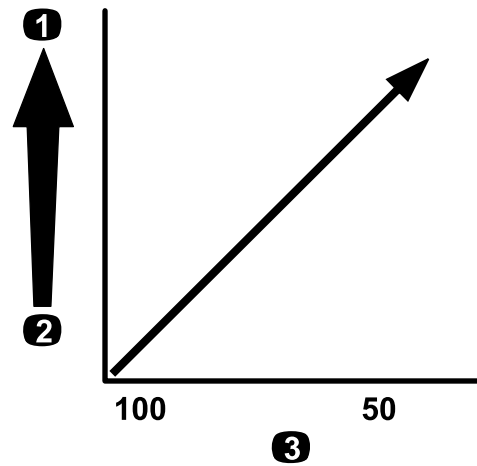

图 25
**重要事项** 当使用更高粘度更稠的化学品或含可湿性粉剂的溶液喷洒时可能需要使用适用于可选喷嘴尖过滤器的更粗网孔请参阅图 25。